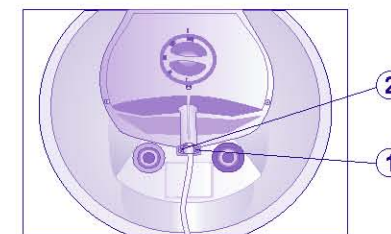

Рис. 3. Схема фиксации сетевого шнура
- зафиксировать сетевой кабель с помощью пластикового зажима и двух винтов (п.1, 2 Рис. 3).